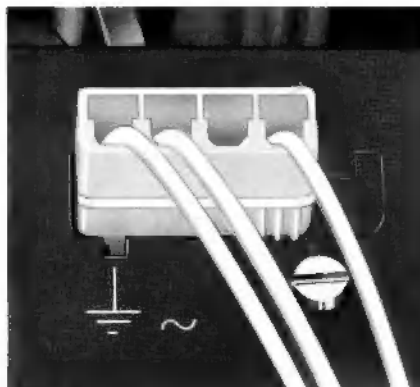

Fig. 3
B.Nr. 209 458, AMP Nr. 42 859/1 (Fig. 3)